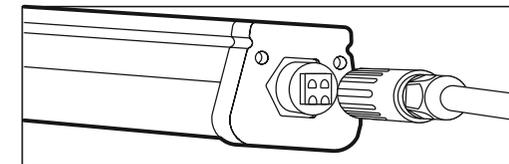

Рис. 2
- Возьмите из комплекта поставки внешнюю часть быстросъемного разъема и пропустите через него кабель электропитания осветительного прибора (рис. 2).